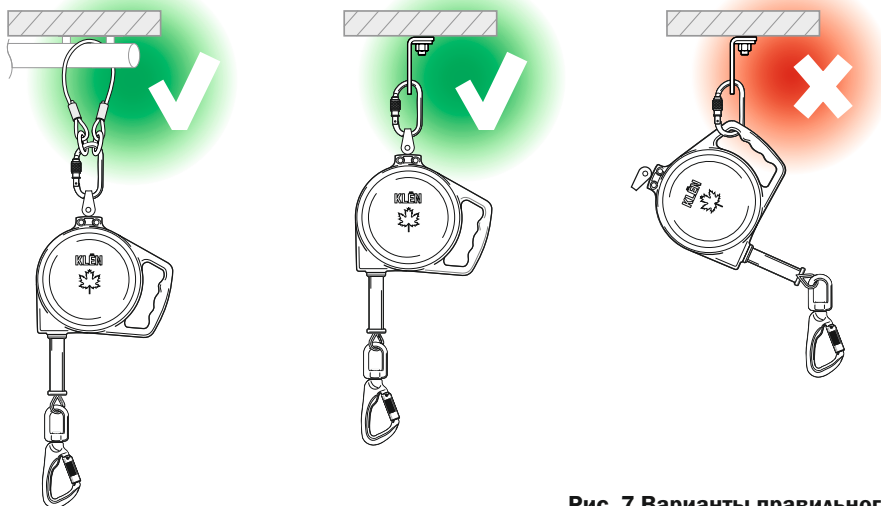

Рис. 7 Варианты правильного и неправильного крепления СЗВТ KLĚN к анкерной точке.
- в) присоединять СЗВТ к анкерной точке за ручку для транспортирования (рис. 7);